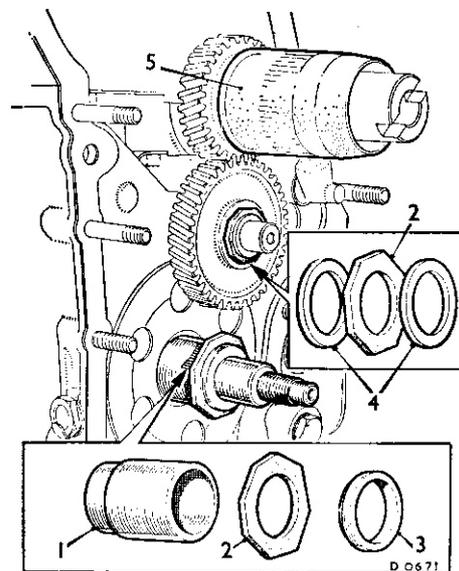

Fig. Aa. 17
33. Montare l'attrezzo 18G 1089 A sull'albero di entrata. Tagliare una rosetta di cera per dentisti con attrezzo 18G 1089/1 e montarla servendosi del medesimo attrezzo sull'albero di entrata (vedi la figura Aa. 17 alla pagina precedente).